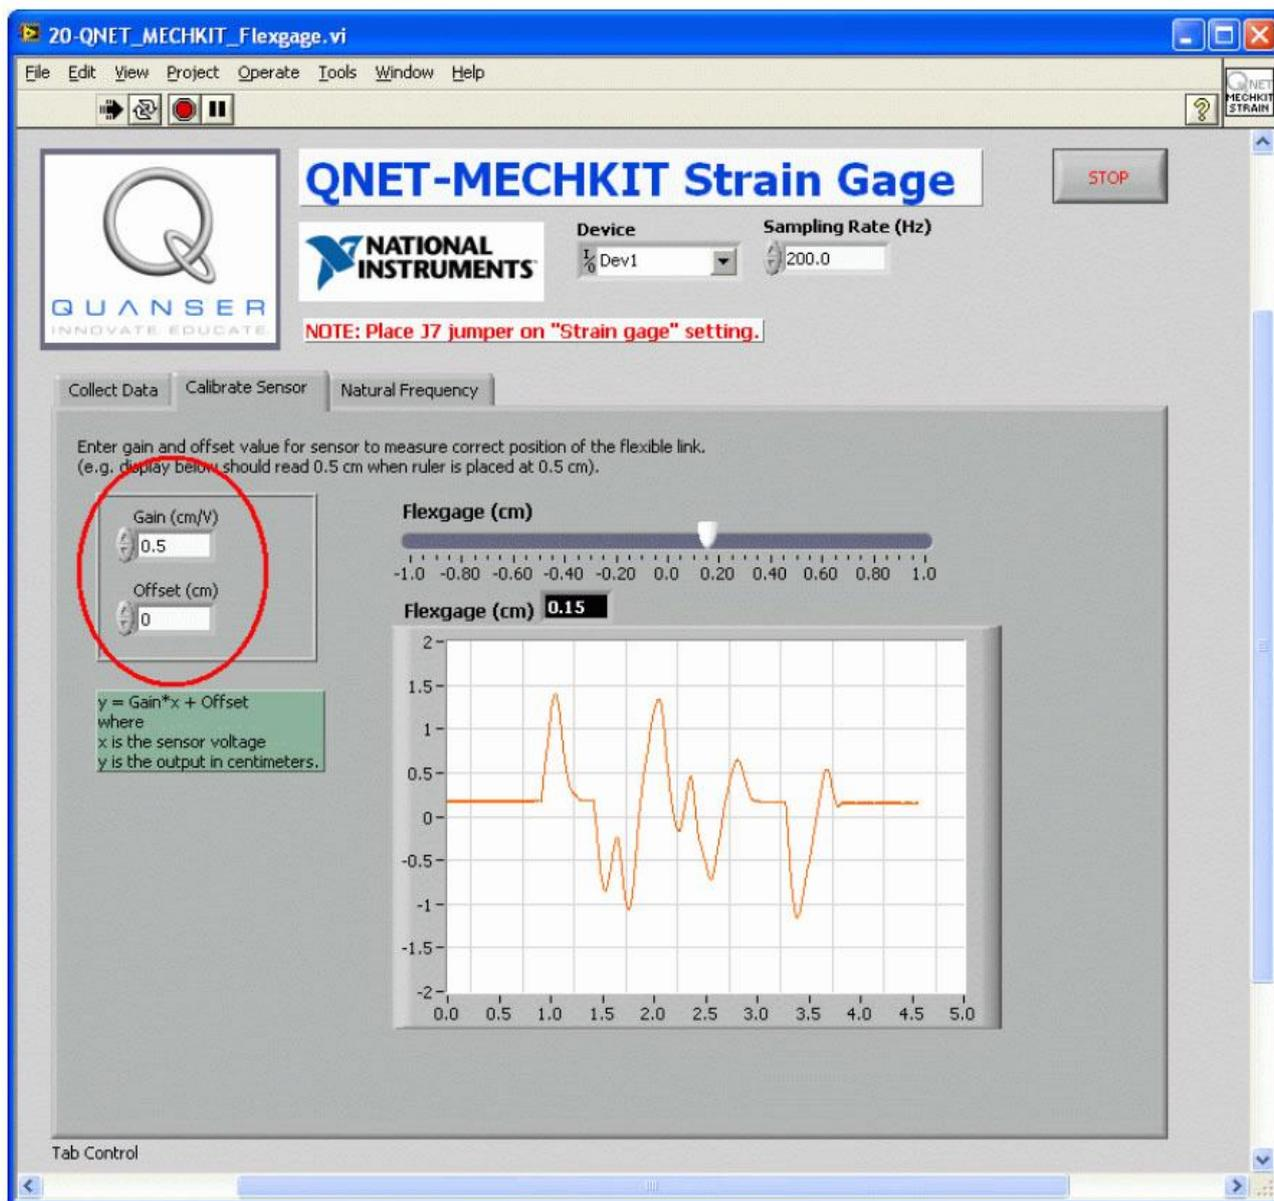

Рис. 28. Калибровка тензодатчика.
2. Перейдите на закладку *Calibrate Sensor* и введите значения наклона и смещения, полученные в пункте 4.1.1, в элементы управления *Calibration Gain* и *Offset* (см. ниже рисунок 28). Когда пластина движется, показания ползункового индикатора должны соответствовать действительному положению гибкой пластины на модуле МЕЧКИТ.